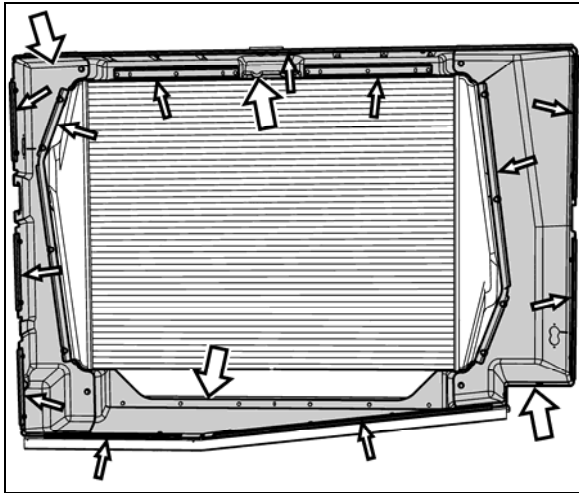

FIGURE 22 : BOÎTIER DU RADIATEUR
9. Démontez le boîtier d'étanchéité du radiateur (Figure 22).